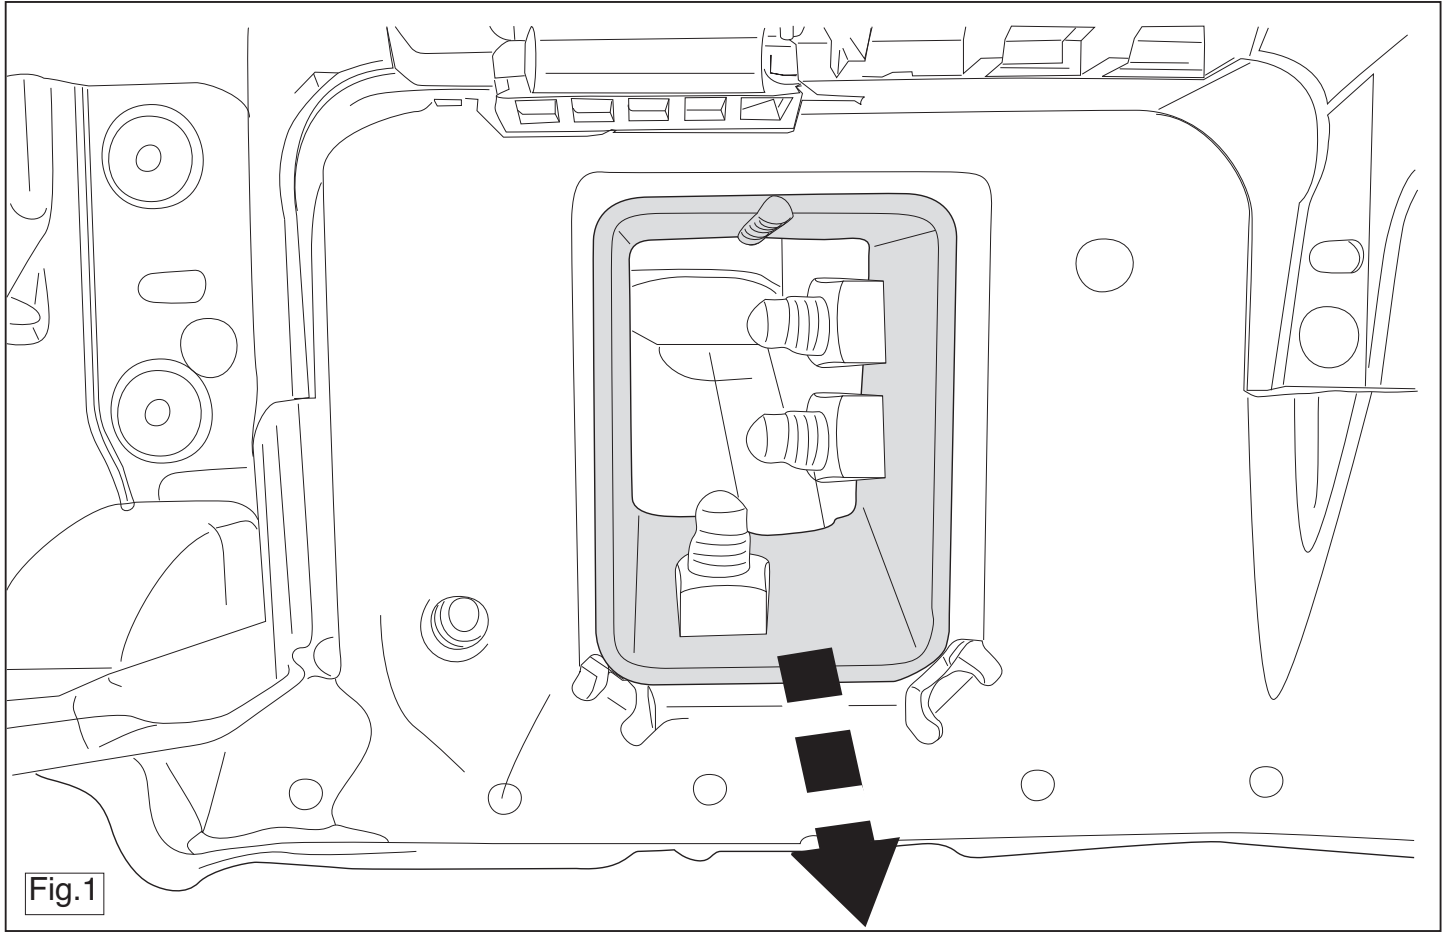

Fig.1
6. Удалить арматурную трубу из балок шасси. (на рис. 1)